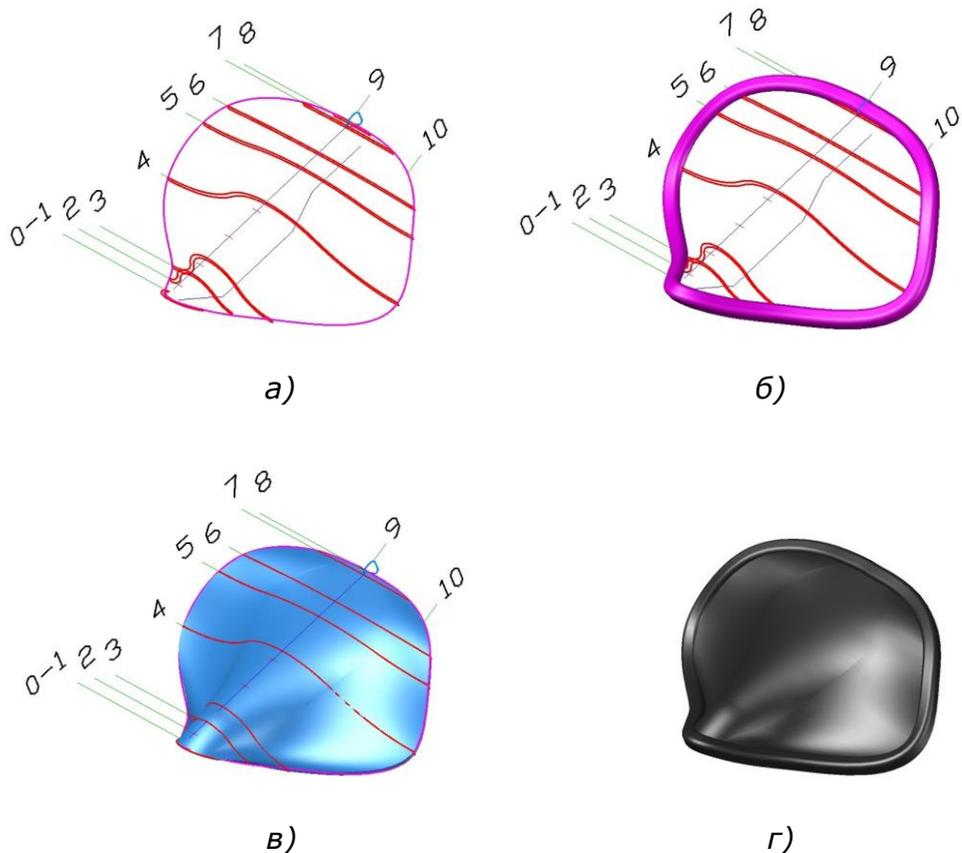

Рис. 3.26. Построение формы седла мотоцикла.
1. Все контуры ориентируются и устанавливаются в соответствии с эскизом, приведенном выше, тем самым организуя набор поперечных сечений объекта, рис. 3.26.а.
2. По периметру объекта формируется 3d-тело сдвигом контура **9** вдоль сплайновой траектории **10**, рис. 3.26.б.
3. Создается заготовка будущего седла лфтингом по сечениям **1-8**, рис. 3.26.в.
4. 3d-тела объединяются, назначается цвет всему объекту, рис. 3.26.б.